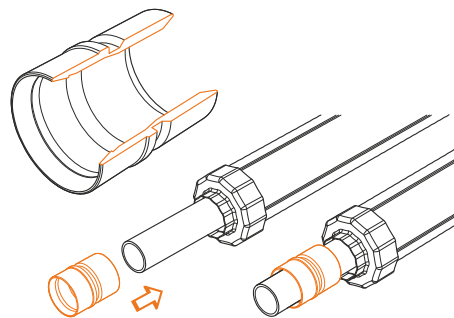

Рис. 4.5.3
- Надеть гильзу подвижную на напорную трубу внутренней фаской к торцу напорной трубы (рис. 4.5.3).